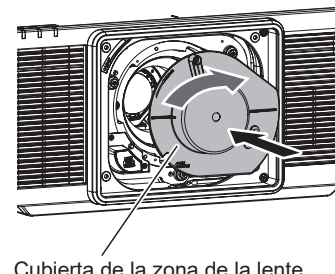

Figura 2
- 2) **Inserte la lente de proyección alineando la marca de la lente (naranja) con la marca del proyector (○ en el lado izquierdo de LOCK) y gire en sentido horario hasta el final. (Figura 2)**
- 3) **Instale la cubierta de la zona de la lente suministrada. (Figura 2)**